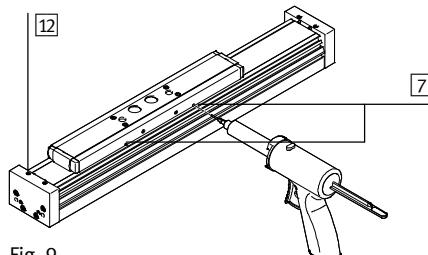

Fig. 9
1. Desserrer les vis **[12]** (→ Fig. 9).